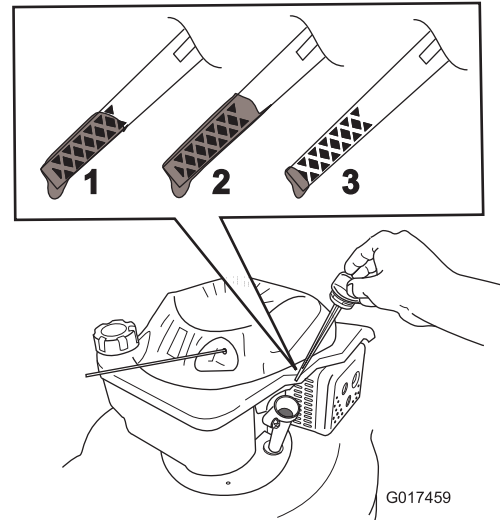

Figura 6
- Retire la varilla (Figura 6) y vierta aproximadamente tres cuartas partes de la capacidad total del cárter por el tubo de llenado de aceite.
- Retire la varilla y compruebe el nivel de aceite en la misma (Figura 6).